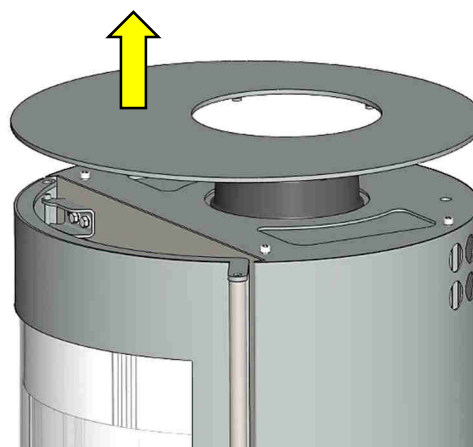

Abb. 6: Deckel abnehmen
1. Den Deckel (Stahl), lose auf der Ofen-Oberseite liegend, anheben und auf einer kratzfesten Unterlage ablegen (Abb. 6).